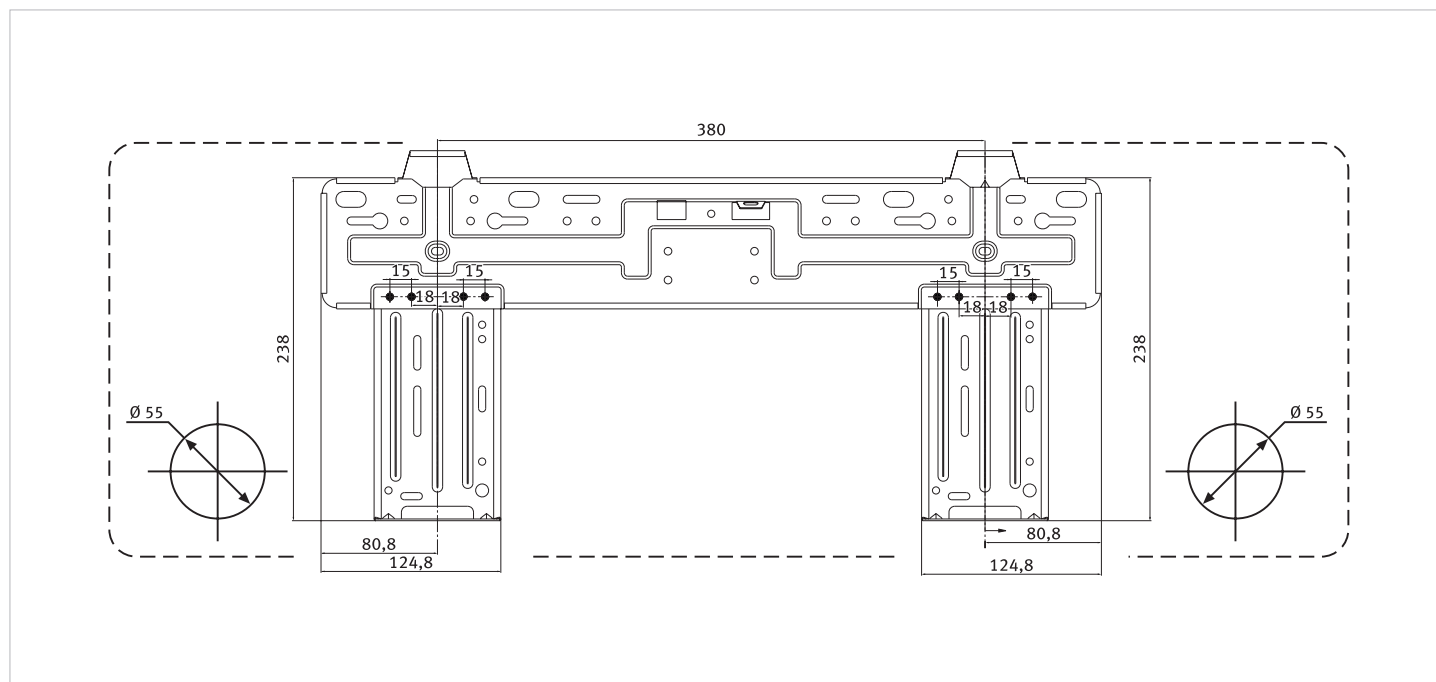

Fig. 9.6 Plaque de montage des modèles 18-025 NMWI et 18-035 NMWI.
Pour procéder au raccordement des conduites par l'arrière, un orifice approprié doit être percé (cf. figures 9.6 et 9.7).
- Percer un orifice possédant le diamètre indiqué sur la figure 9.6 ou 9.7 en formant un légère inclinaison vers l'extérieur.
Le cas échéant, aucun orifice ne doit être percé au mur en raison du fait que l'enveloppe de l'unité intérieure est pourvue de fenêtres qui peuvent être ouvertes pour faire passer les conduites : choisir la fenêtre la mieux adaptée à la position de sortie souhaitée (cf. figures 9.6 et 9.7).